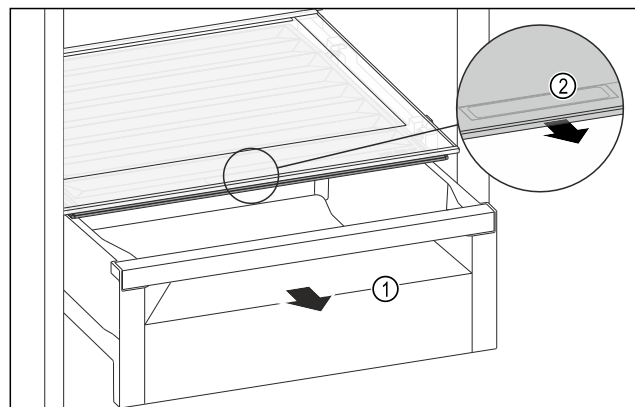

Fig. 155
- ▶ Витягніть висувний ящик *Fig. 155 (1)*.
- ▶ Візьміться за потайну ручку *Fig. 155 (2)* на кришці відділення й одночасно потягніть кришку відділення вперед.